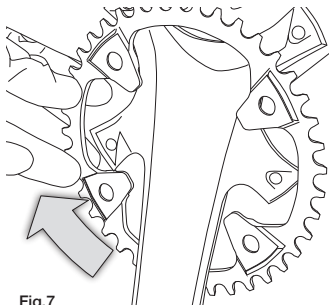

Fig.7
- Ruotate l'ingranaggio per poterlo sfilare dalla guarnitura facendo attenzione a non strisciare la guarnitura stessa (Fig. 7).